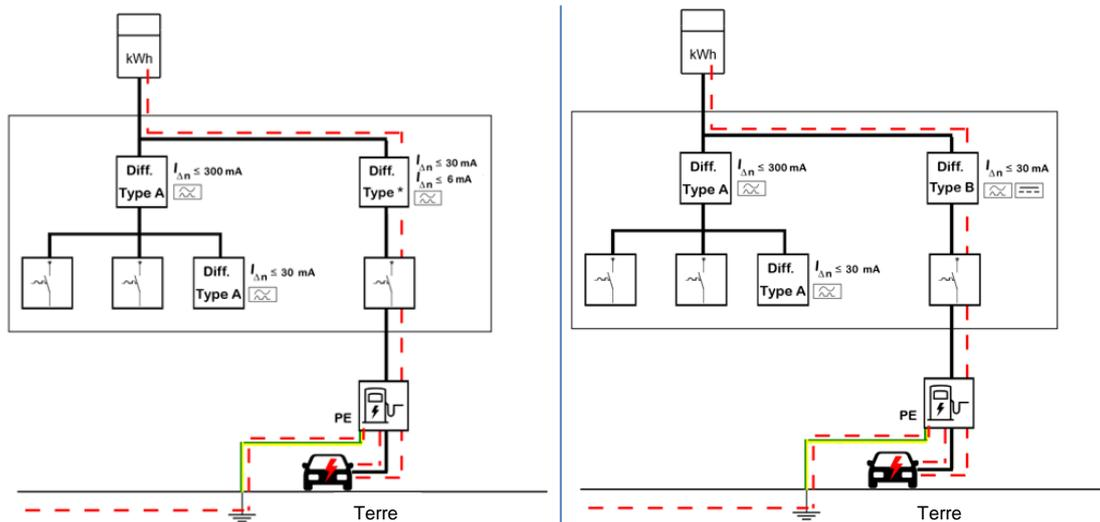

Figure 5: Circuit du point de charge directement branché au tableau divisionnaire principal
- soit un diff type A de max 30 mA en combinaison avec un Diff-6mA-DC (Fig.5 gauche)
- soit un diff type B de max 30 mA (Fig. 5 droite)